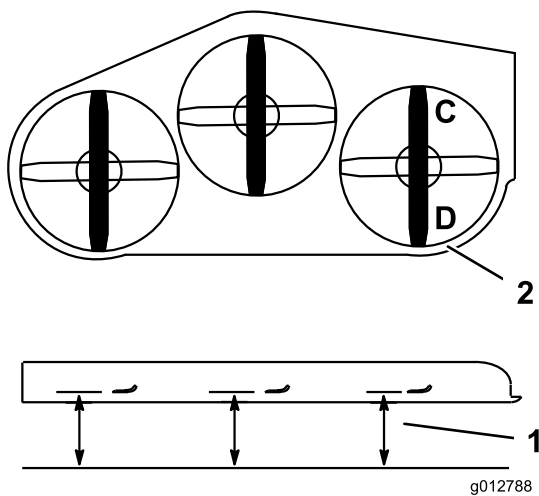

Figure 86
- Tournez la lame droite dans le sens longitudinal (Figure 86).
- Mesurez et notez la distance au point **C** entre la surface plane et le tranchant de la pointe de la lame droite (Figure 86).
- Mesurez et notez la distance au point **D** entre la surface plane et le tranchant de la pointe de la lame droite (Figure 86).
- La lame doit être plus basse de 6 à 10 mm (1/4 à 3/8 po) au point **C** qu'au point **D** (Figure 86). Si ce n'est pas le cas, passez aux étapes suivantes.